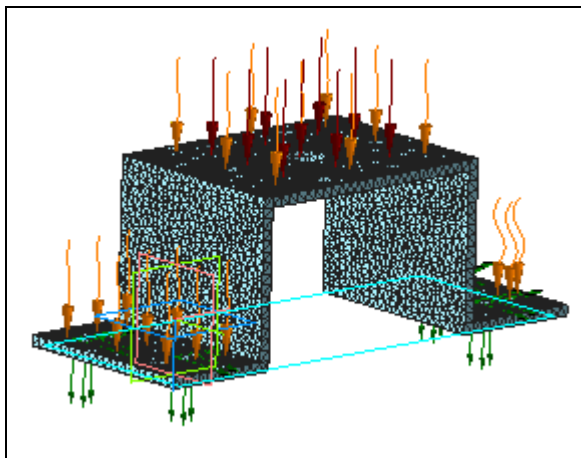
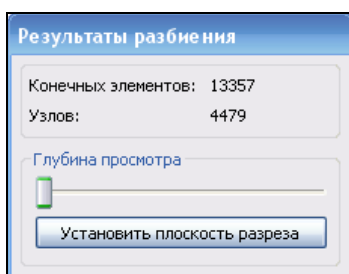

Рис. 10.21. Результаты разбиения модели на конечно-элементную сетку
Рис. 10.22. Результаты разбиения
- ◆ далее запустите процедуру наложения КЭ сетки, нажав кнопку **Создать объект**. Система начнет процедуру разбиения. По окончании разбиения модель будет разбита на конечно-элементную сетку (рис. 10.21). В окне **Результаты разбиения** (рис. 10.22) вы видите количество конечных элементов и узлов, и с помощью движка **Глубина просмотра** можно установить любую плоскость разреза и посмотреть, как у нас располагаются КЭ сетки в любой плоскости.